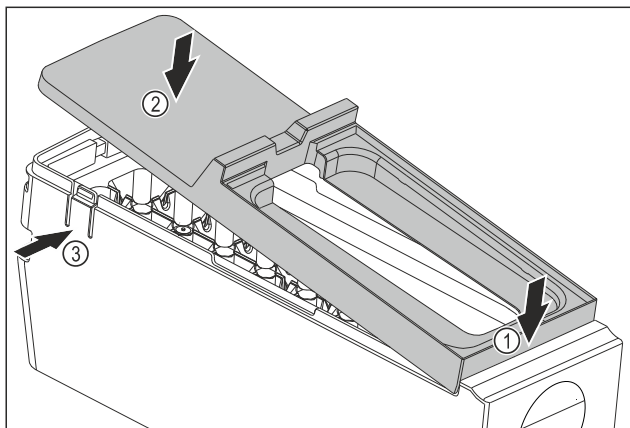

Fig. 77
- ▶ Montați apărătoarea corpului EasyTwist-Ice: Așezați în față apărătoarea. Fig. 77 (1)
- ▶ Coborâți în spate apărătoarea. Fig. 77 (2)
- ▷ Apărătoarea se fixează în poziție cu zgomot specific în cele două eclise Fig. 77 (3).